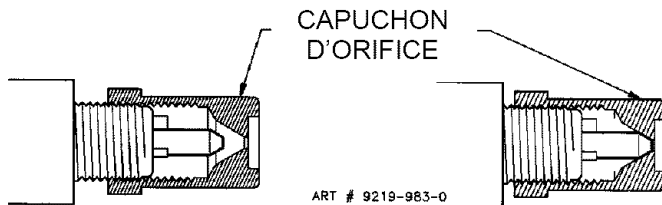

FIGURE 9A
- Dévisser les capuchons d'orifice des brûleurs de façon à les éloigner des broches (voir la figure 9A), soit approximativement 1 1/2 à 2 tours.